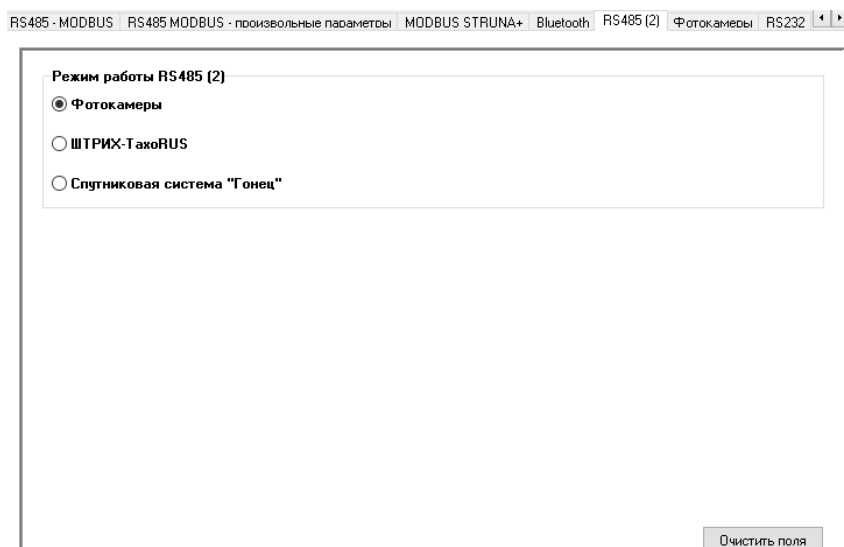

Рис.50. Вкладка «MODBUS STRUNA+».
- включите опцию «Новый формат данных TKLS» (**Рис.50, п.1.7**) для приема данных от датчиков TKLS в новом протоколе TK-Air. При этом прием данных в старом формате будет недоступен. Новый протокол TK-Air используется и включен по-умолчанию в датчиках TKLS, начиная с прошивки версии TKLS-1.55.